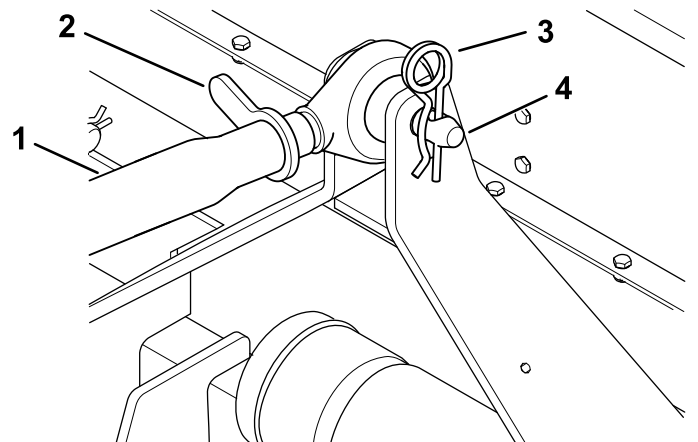

Figura 10
2. Afloje la contratuerca del brazo de enganche superior y gire el brazo de enganche superior (Figura 10).